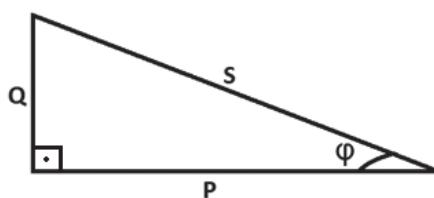

Figura 6. Triângulo de potências.
O fator de potência (FP) é a relação entre a quantidade de potência ativa consumida em relação à potência total, aparente. Esse valor é obtido pelo cosseno do ângulo do triângulo de potências da Figura 6, sendo que P é a potência ativa consumida, Q é a potência reativa, e S é a potência total (MARKUS, 2001).